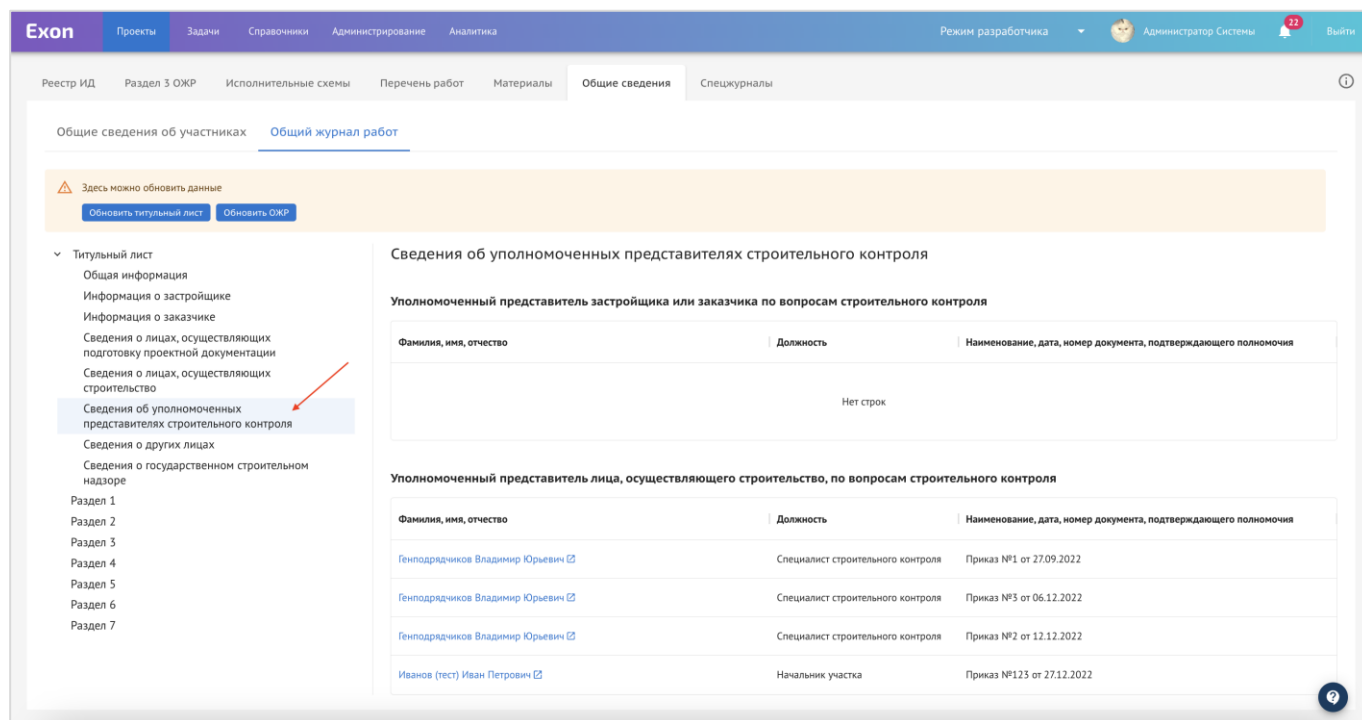

Рис. 15 - Сведения об уполномоченных представителях строительного контроля
7. Сведения об уполномоченных представителях строительного контроля. В данный блок попадают пользователи, на которых есть приказ и принадлежность к СК в «Общих сведениях об участниках» (рис. 15).